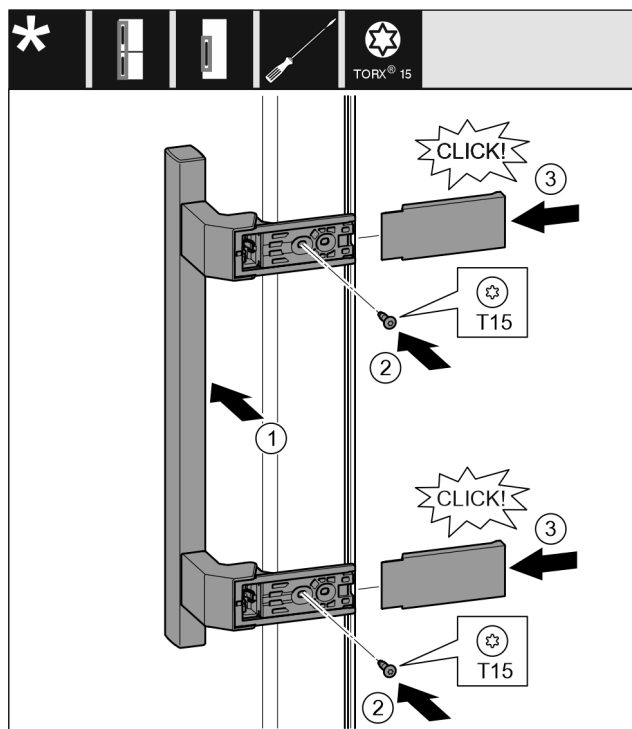

Fig. 17
- ▶ Поставете дръжката от другата страна. Fig. 17 (1)
- ▶ Отворите за винтове трябва да са точно един над друг. Fig. 17 (2)
- ▶ С отвертка T15 затегнете винтовете. Fig. 17 (2)
- ▶ Поставете отстрани капачите и ги нахлузете. Fig. 17 (3)